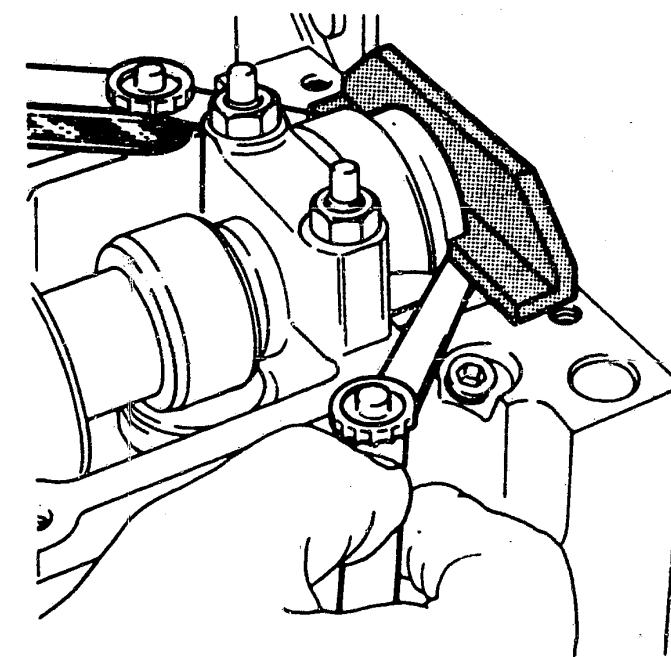

Bild 23 Diesel-Motor: Mit dem Winkelleisen und dem Unterlegen von gleich dicken Blattlehren auf beiden Seiten wird die Nockenwelle exakt auf OT gestellt.
- Die Ausgangsposition für die exakte Einstellung der **Nockenwelle** ist in Bild 23 gezeigt. Mit dem Unterlegen von gleich dicken Blattlehren unter das Spezialwerkzeug 21-105, bis kein Spiel mehr vorhanden ist, erfolgt die endgültige Einstellung.